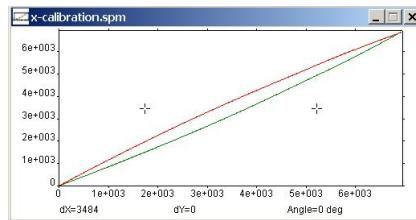

Рис. 3.60. Калибровочный график **x-calibration**.
- После этого программа строит две калибровочные кривые **х-калибровка** и **у-калибровка-медленно** (для осей **х** и **у** соответственно) и выводит их на экран в отдельном окне (рис. 3.60):